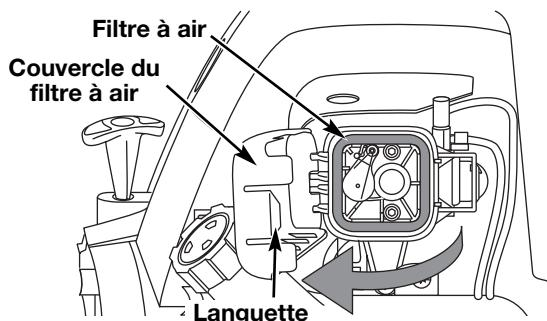

Fig. 32
1. Ouvrez le couvercle du filtre à air. Enfoncez la languette à droite du couvercle, tirez celui-ci vers vous puis vers la gauche (Fig. 32).
2. Retirez le filtre à air (Fig. 32).